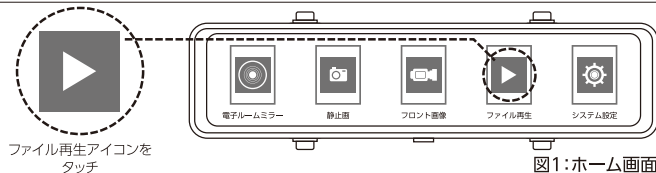

図1:ホーム画面
- ホーム画面(図1)に表示される、ファイル再生アイコンをタッチするとフォルダ画面(図2)に切り替わります。